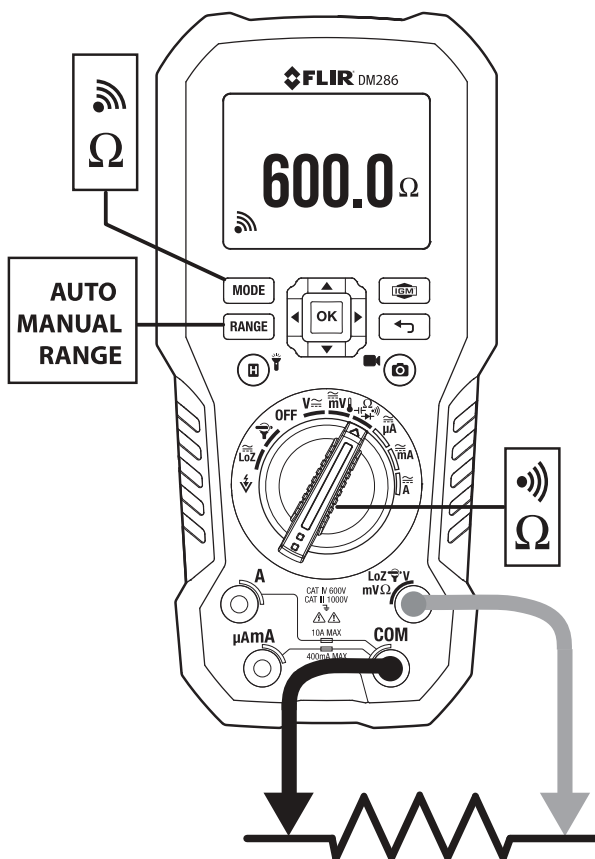

Fig. 9.5 Medidas de resistencia y continuidad
1. Consulte la **Fig. 9.5**. Coloque el interruptor de función en la posición .